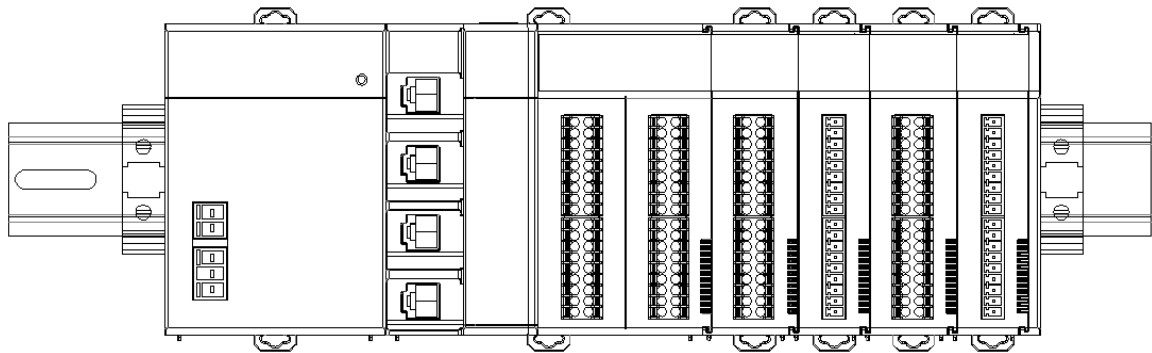

图6.8 PMC系列单元两侧的挡扳
3. 若现场有震动，则建议在PMC系列单元两端补上挡板稳定所有模块。如图6.8所示的最左和最右的挡板。